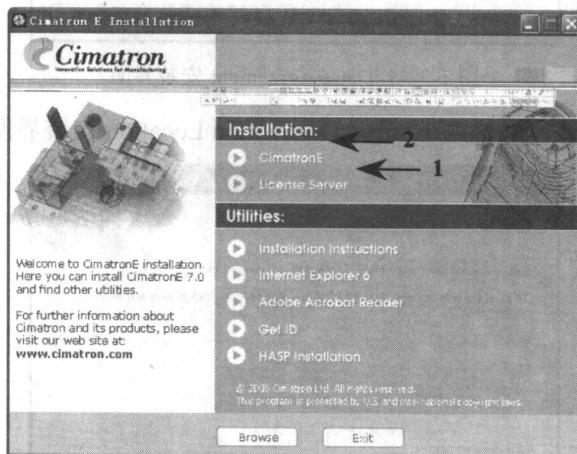

图 1-1 安装程序选择界面
(1) 将 Cimatron E7.0 安装光盘放进光驱后会自动运行，然后出现如图 1-1 所示的安装程序选择界面，按顺序进行 Cimatron E7.0 软件的安装。